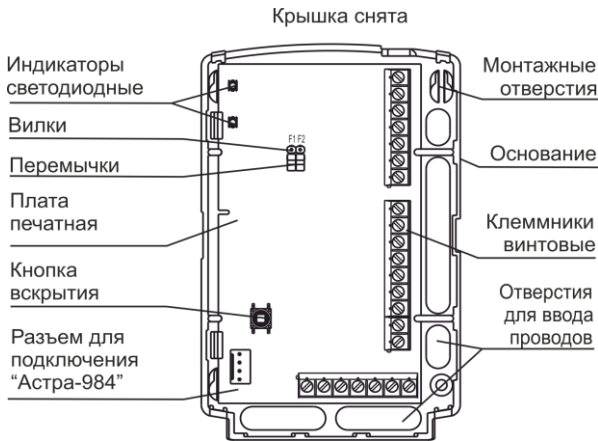

Рисунок 2
4.1 Конструктивно БРС выполнен в виде блока, состоящего из основания и съемной крышки. Внутри блока смонтирована печатная плата с радиоэлементами (рисунок 2).